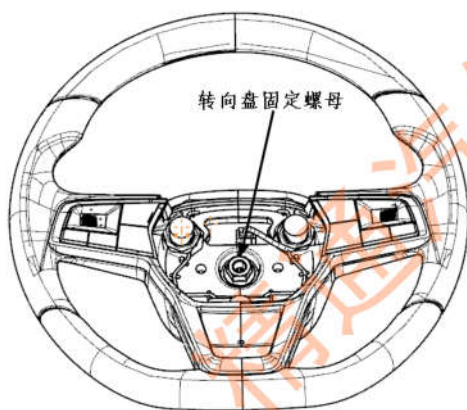

图 4-3
① 脱开线束接头。
② 使用 18# 套筒拆下转向盘固定螺母，如图 4-3 所示。